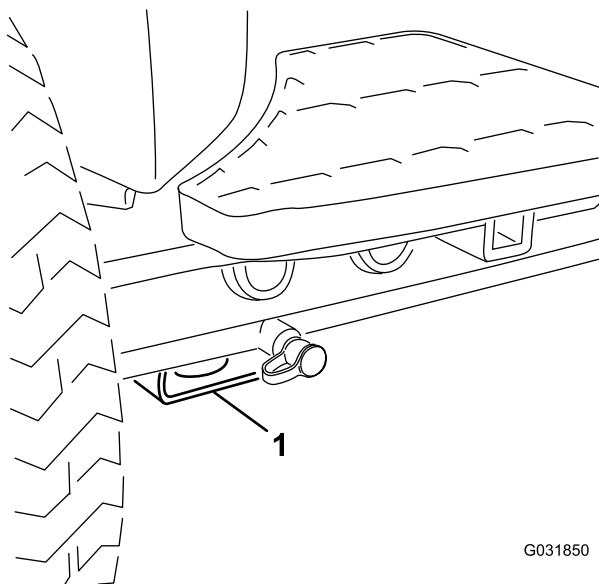

Figura 46
- **Parte anteriore della macchina** – supporto rettangolare, sotto il tubo dell'assale, all'interno delle ruote anteriori (Figura 46).